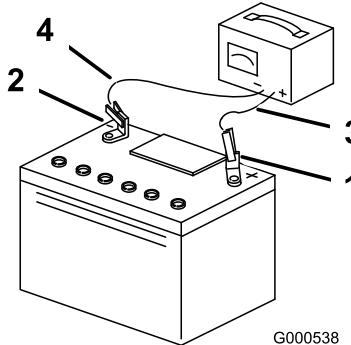

Figura 45
3. Quando a bateria estiver totalmente carregada, desligue o carregador da tomada eléctrica e em seguida desligue os cabos do carregador dos bornes da bateria (Figura 45).